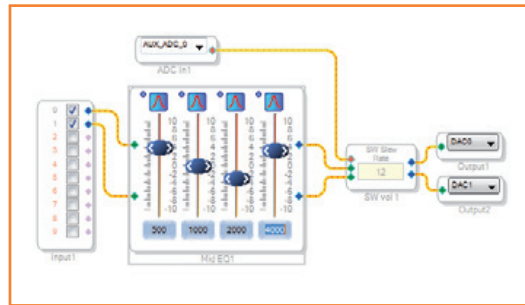

Figure 6.
- Reliez les blocs comme sur la **figure 6**.